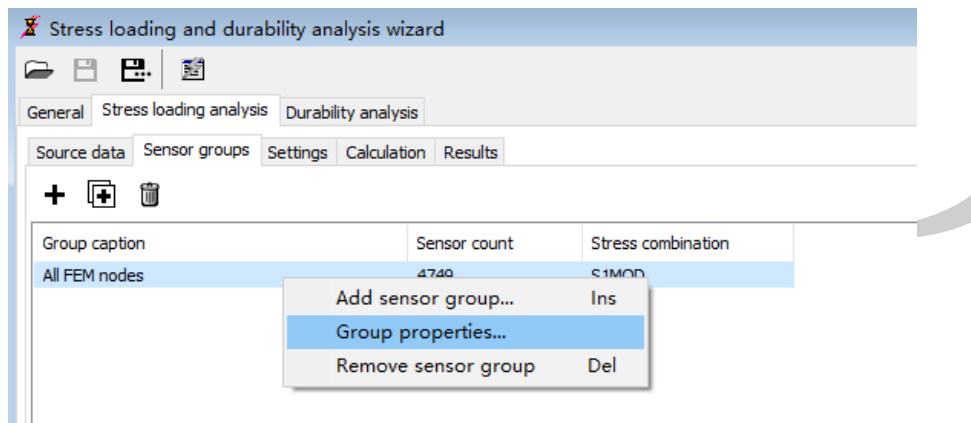

图 2.19
1. 定位到**Stress loading analysis | Sensor groups**页面，缺省选取了所有的有限元节点，如图 2.19所示。